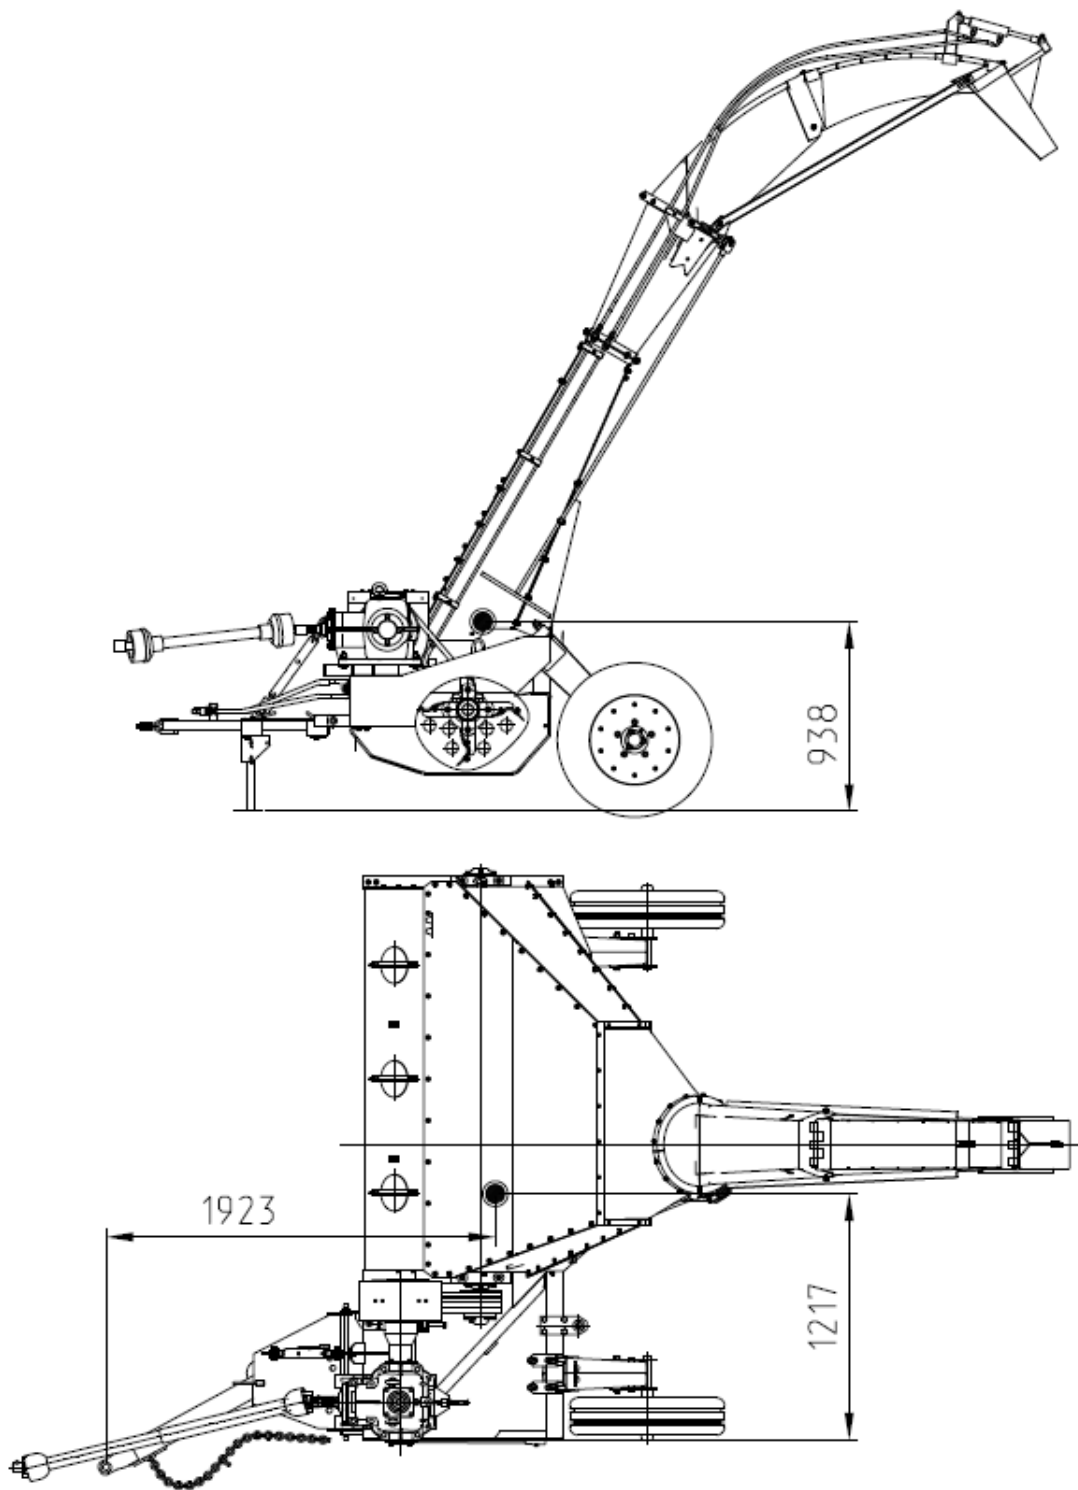

Рис.1.1 Центр тяжести Косилки КИР-1,85
Рис.1.1а Центр тяжести Косилки КИР-1,85И.
22. Удельный расход энергии (при агрегатировании с тракторами МТЗ -80 (82) кВт.ч/т, не более	13,5
32. Расположение центра масс.	См. рис.1.1